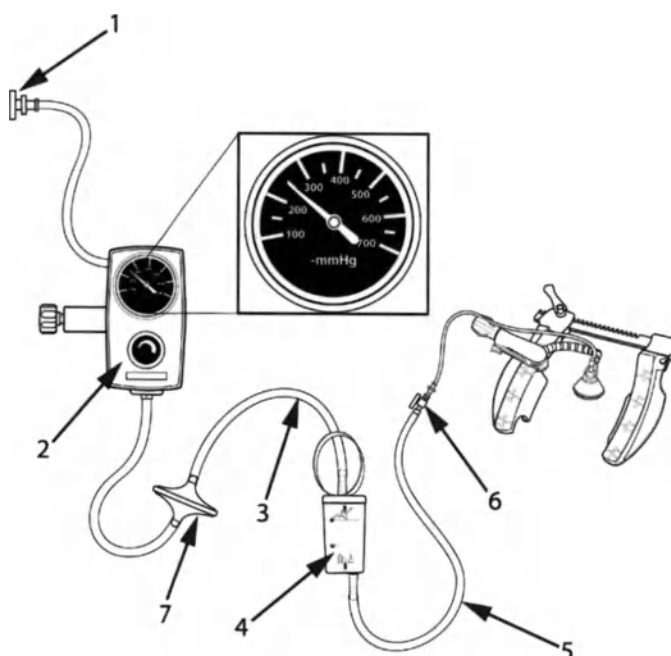

Abbildung 5: ACROBAT-i Vakuumpositionierungssystem
5. Den GELBEN Leer-Anschluss des Schlauchsets des ACROBAT-i-Positionierers am GELBEN Luer-Anschluss der Vakuumschleuche des ACROBAT-i-Positionierers anbringen. Das andere Schlauchende des Schlauchsets am unteren Steckanschluss des ACROBAT-i-Sammelbehälters bzw. eines anderen Sammelbehälters (im Lieferumfang nicht enthalten) anschließen. Sicherstellen, dass der Sperrhahn zur Luft hin geschlossen ist. Das Schlauchset mit dem Filter, der oben am Sammelbehälter angeschlossen ist, sollte anschließend von der Oberseite des Behälters aus an eine regulierte Vakuumquelle angeschlossen werden. Den Vakuumregler auf 250 mmHg einstellen. Die einwandfreie Schlauchverbindung und Systemeinrichtung sind in Abbildung 5 dargestellt.